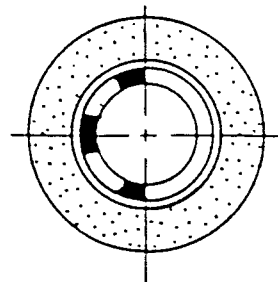

図1-16
- ⑧ W測が軽い場合は、2個のバランスピースを右図のように取り付ける。測定をしながら取り付けた2個のバランスピースの位置を加減する。(図1-16)